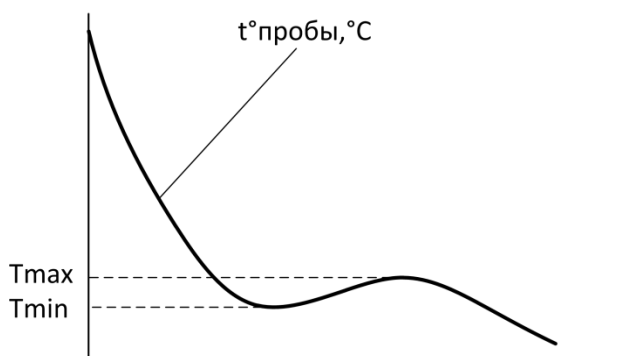

Рисунок 8 - Детектор «саморазогрев»
2) «саморазогрев» (рисунок 8):